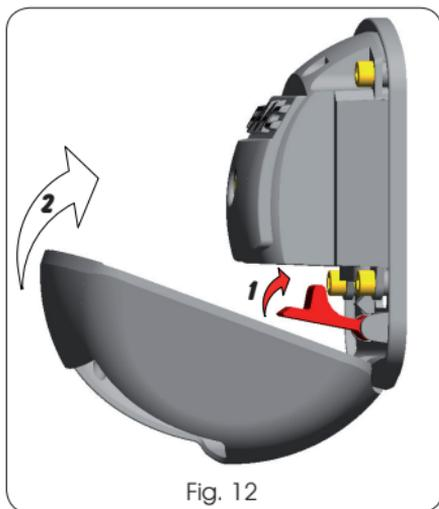

Fig. 12
- Die Vorrichtung XK 21 verschließen und hierzu zuerst den roten Verriegelungshebel und dann den Entriegelungshebel zum Schließen der Vorrichtung laut Angaben in Fig. 12 anheben.